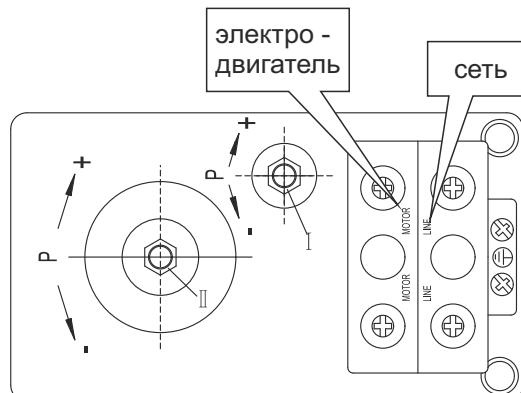

Рисунок 2
4. На крышке реле давления открутите крепежный пластмассовый винт с «—»-пазом (с прямым шлицом) и снимите крышку. Под крышкой расположены регулировочные гайки, указанные на рисунке 2 поз. (I), поз. (II).
5. Отрегулируйте предварительное давление в воздушной камере гидроаккумулятора насосной станции (резервуаре-накопителе), которое должно быть равно 1,5 бар. Со стороны воздушной камеры на корпусе гидроаккумулятора (с противоположной стороны от резьбового штуцера для подсоединения к системе водоснабжения) расположена декоративная крышка, под которой находится пневмоклапан (штуцер с золотником). Для создания необходимого давления можно использовать, например, автомобильный насос с манометром, подсоединив его к пневмоклапану. Добейтесь чтобы давление в воздушной камере гидроаккумулятора было равно 1,5 бар (атм.). Если есть необходимость произвести регулировку реле, следуйте приведенной ниже инструкции (рис. 2):
- проверните гайку (II) по часовой стрелке - так достигается установка более высокого предела отключения электронасоса по требуемой величине давления в системе водоснабжения;
- проверните гайку (I) против часовой стрелки - таким образом повышается разница между режимом включения и отключения реле давления электронасоса.